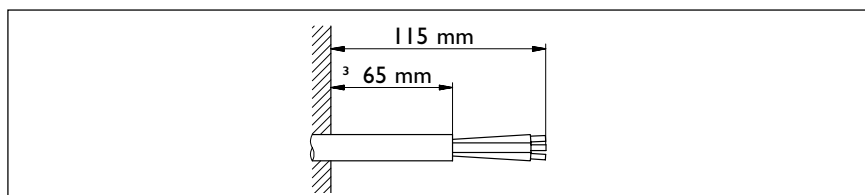

Рис. 15
- При скрытой проводке кабель электроподключения должен выступать из стены минимум на 65 мм (рис. 15).